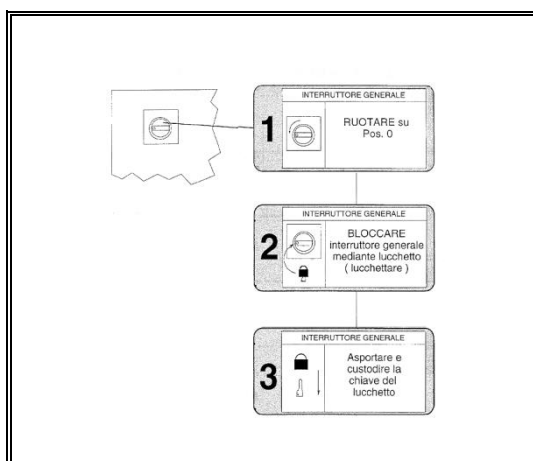

Рис. 11–1 Изоляция от источника подачи электроэнергии
2) Изоляция от источника подачи пневматической энергии (рис. 11–2):